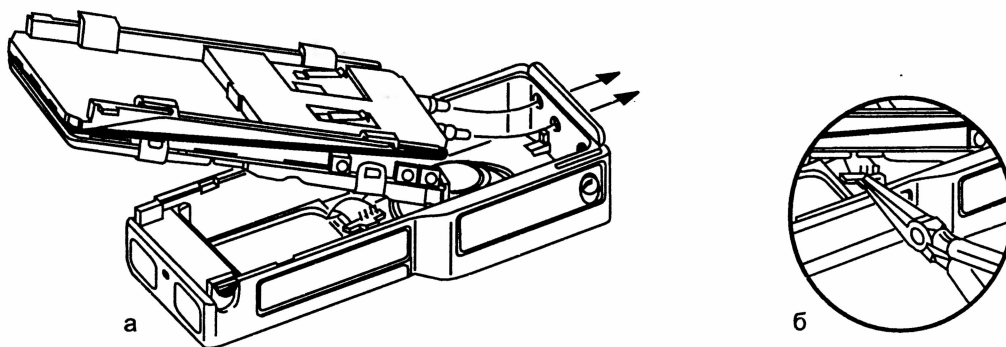

Рис. 3.17. Сборка радиостанции
7. Вставляйте собранные шасси, основную плату и переднюю крышку в футляр (кожух) радиостанции приблизительно под углом 45°, как показано на рис. 3.17, а, осторожно направляя регулятор громкости и переключатель каналов в верхнюю часть футляра.
8. Соедините ленточный кабель (микрофона/громкоговорителя), как показано на рис. 3.17, б.